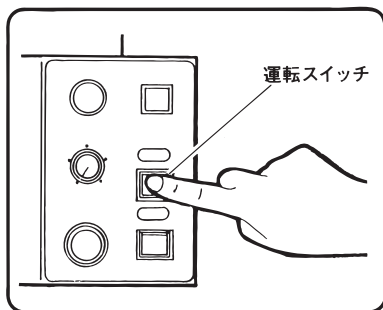
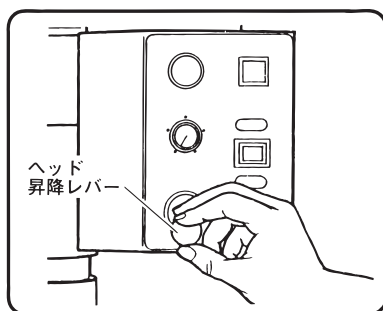

図 19
図 20
(1) 電源スイッチ（19ページ図17参照）を一旦切り、5秒程度してから再度入れ、ヘッド昇降レバー（図20）を上倒してください。1回でヘッドが上昇しないときは、この操作を2～3回繰り返してください。
- (1) ヘッド昇降レバー（図20参照）を上へ倒し、ヘッドを最上位置に上げます。
- (2) 木材の墨線をバイスボードの先端に合わせ、木材をバイスハンドルで確実に締付け、タテビキのこ刃にあたらぬ位置までバイスを後退します。
- (3) 下降速度選択ツマミをまわし、下降速度目盛1に合わせます。
- (4) 運転スイッチ（図19参照）を入れ、のこ刃をまわします。
- (5) バイスレバーを手前に引いて、木材に切り込みをかけます。
- (6) ヘッド昇降レバー（図20参照）を下へ倒し、ヘッドを下降させ切削します。